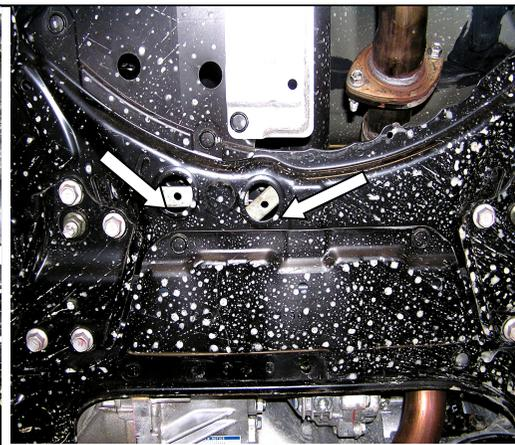

рис.4
5. В отверстия задней части подрамника двигателя завести планки 4, рис.4.